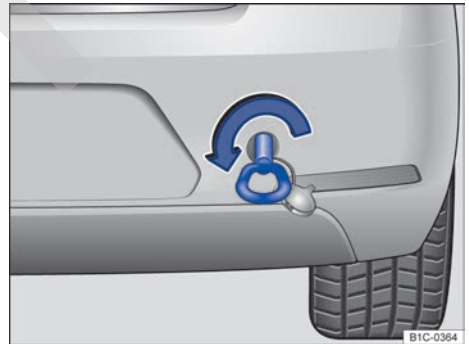

Fig. 198 En el lado derecho del paragolpes trasero: enroscar la argolla de remolque.
El alojamiento de la argolla de remolque enroscable se encuentra en el lado derecho del paragolpes trasero detrás de una tapa → **fig. 198**, → ⌚.
- Enrosque la argolla de remolque en el alojamiento girándola al máximo **en el sentido contrario al de las agujas del reloj** → fig. 198 → Ⓞ. Utilice un objeto adecuado con el que pueda enroskar completa y firmemente la argolla de remolque en su alojamiento.